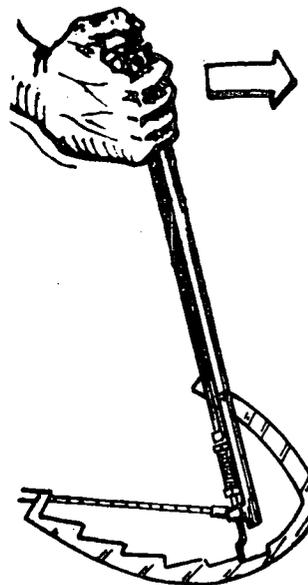

Fig. 7
- d Destrave os freios da posição de estacionamento (fig. 7).